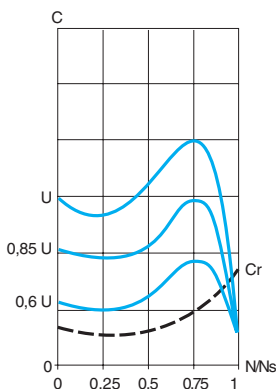

Figura 2
■ La figura 2 illustra le caratteristiche coppia/velocità di un motore a gabbia in funzione della tensione di alimentazione.